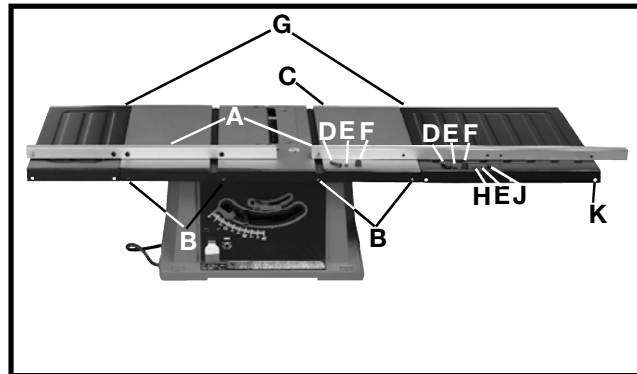

Fig. 19
1. Sujetando el riel de guía con los orificios más grandes hacia usted, **ajuste sin demasiada firmeza los rieles de guía (A), Fig. 19, a los cuatro orificios enroscados (B) en la mesa de la sierra (C)** con dos tornillos largos de 1/4-20 x 1-1/4” (D), arandelas de bloqueo 1/4” (E) y espaciadores (F).
IMPORTANTE: los espaciadores (F), Fig. 19, están posicionados entre los rieles de guía (A) y la mesa de la sierra (C).
2. **Ajuste los rieles de guía (A), Fig. 19, a las bases de extensión (G)** a través del orificio (K) con el tornillo largo de 1/4-20 x 1-1/4” (D), la arandela de bloqueo de 6,35 mm (1/4”) (E), el espaciador (F), la arandela plana de 6,35 mm (1/4”) (H), la arandela de bloqueo de 6,35 mm (1/4”) (E) y la tuerca hexagonal de 1/4-20 (J). A continuación, ajuste todo el equipo de montaje del riel de guía.
IMPORTANTE: el espaciador (F), Fig. 19, está entre los rieles guía (A) y las bases de extensión (G).